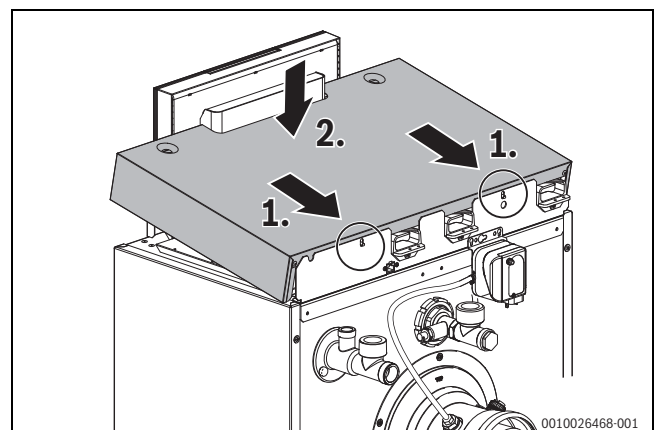

Bild 25 Kesselhaube montieren
- Kesselhaube mit den Pins in die Rückwand einsetzen und nach unten klappen (→Bild 25)